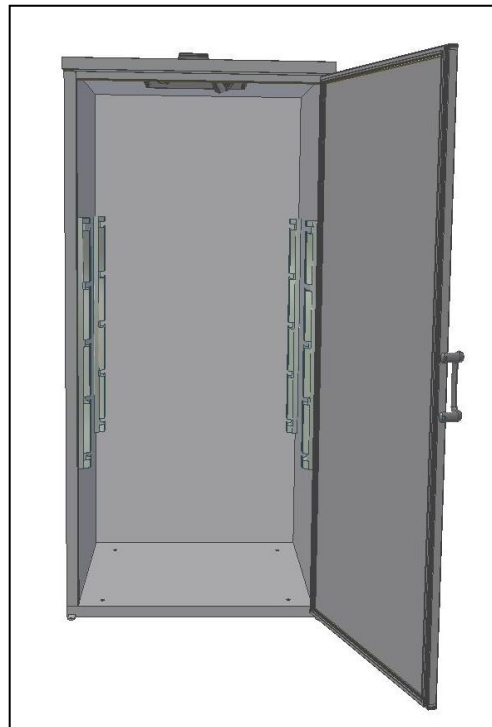

Fig. 13
- Colocar **los montantes** en los laterales, derecho e izquierdo, en el interior del armario (Fig.13);